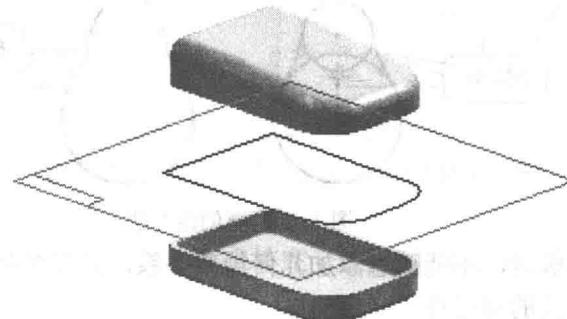

图 1-3 装配布局中使用草图
装配布局中，使用草图的优点（图 1-3）：(1) 零件之间共享图形；(2) 整体控制零件；(3) 布局草图更新时，相关零件会自动更新。